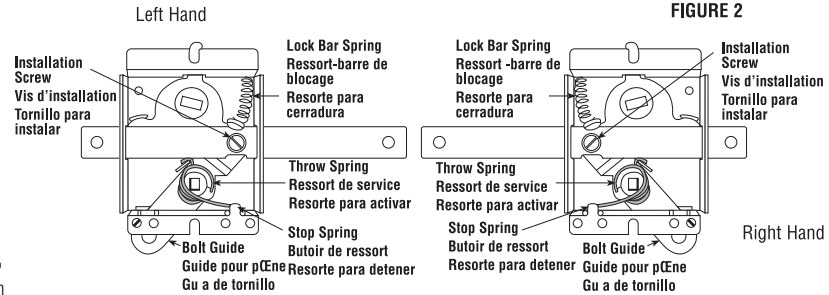

FIGURE 3
Step 2 • If side lock is being used with a key locking handle, (GD-52122) or (GD-52123), remove the lock bar and both springs; **see Figure 3.**
Paso 2 • Si se va a usar una cerradura lateral con un manubrio de llave, GD-52122 or GD-52123, quite la vara de las cerradura y ambos resortes. **Vea ilustración 3.**